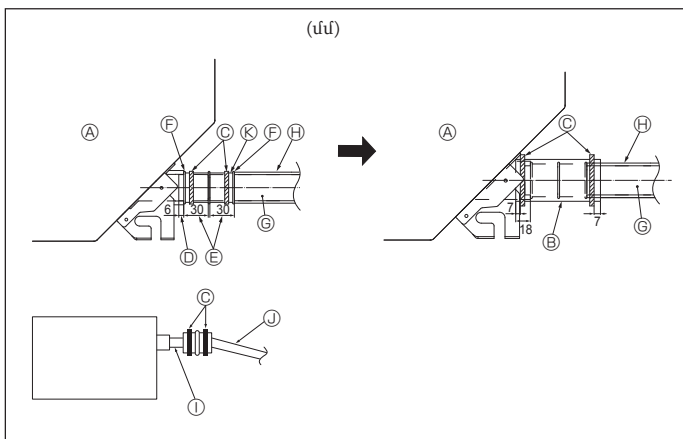

Fig. 5-2
1. Դրենաժային բնիկը (մատակարարվում է բլոկի հետ) միացրեք դրենաժային անցքին: (Fig. 5-2)